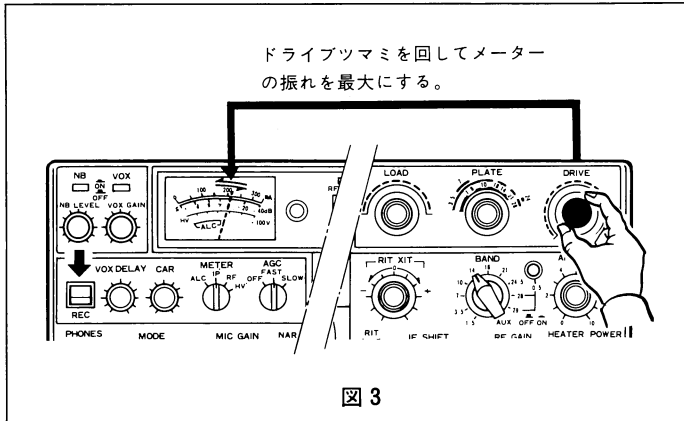

図 3
- (1) AF GAIN ツマミを時計方向に回しますと、ノイズまたは信号が上面のスピーカーから聞こえます。適当な音量に調整してください。
- (2) ダイアルツマミを回して、目的の信号が最も明瞭に聞こえるように合わせてください。
- (3) 入力信号の強さに応じて、Sメーターが振れます。このSメーターの振れが最大になるように、DRIVEツマミを調整してください。(図3参照)